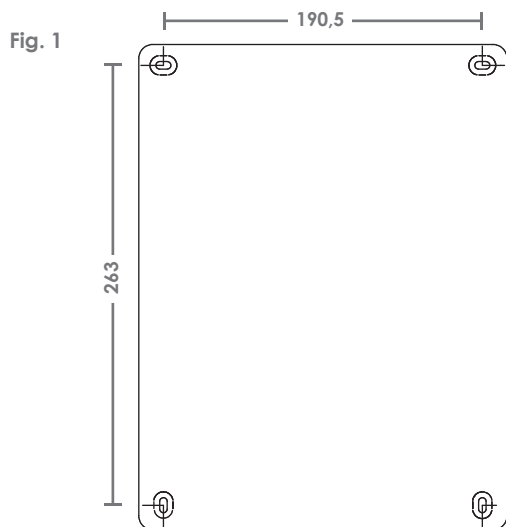

Fig. 3
- 4) Couper les galoches à la même mesure des câbles/tuyaux pour les branchements électriques (fig. 3) pour permettre que le tuyau adhère parfaitement au câble/tuyeau. Ne pas couper les galoches en caoutchouc pas utilisées.